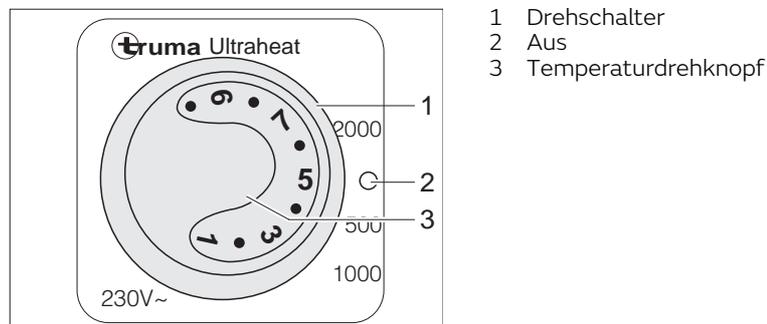

Bild 118 Bedienteil Elektro-Zusatzheizung Ultraheat
- Drehschalter (Bild 118,1) auf die gewünschte Leistungsstufe (500, 1000 oder 2000 W) stellen.
- Temperaturdrehknopf (Bild 118,3) auf die gewünschte Leistungsstufe stellen.
- Drehschalter (Bild 118,1) auf "0" (Bild 118,2) stellen.